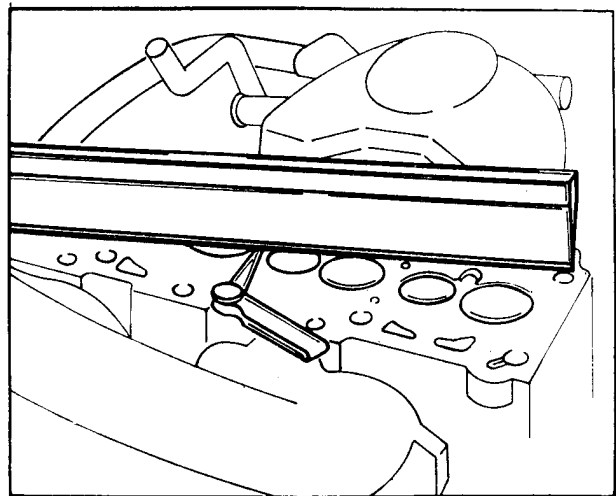

Bild M 22. Zylinderkopf überprüfen
- (4) Zahnriemenrad für Nockenwelle
- (5) Flanschschraube (Mt = 75 Nm)
- (6) Sechskantschraube (Mt = 10 Nm)
- (7) Sechskantschraube (Mt = 20 Nm)
- (8) Zahnriemen
- (9) Zylinderschraube
- (10) Zylinderkopf
- auf Verzug überprüfen (siehe Bild M 22)
- (11) Zylinderkopfdichtung